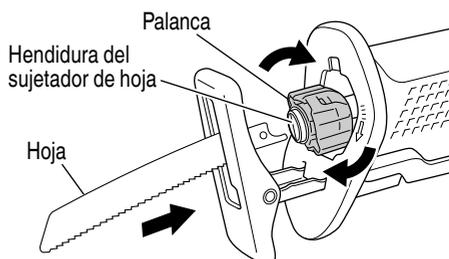
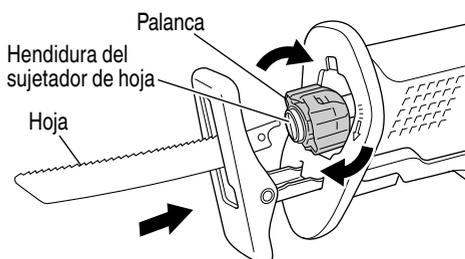

Fig. 9
Fig. 10
- (1) Haga girar la palanca para abrir la sujeción de la hoja.
- (2) Inserte completamente la hoja de sierra en la hendidura pequeña del sujetador de la hoja mediante el giro de la palanca. Esta hoja puede montarse tanto en dirección ascendente como descendente. (Fig. 9, Fig. 10)